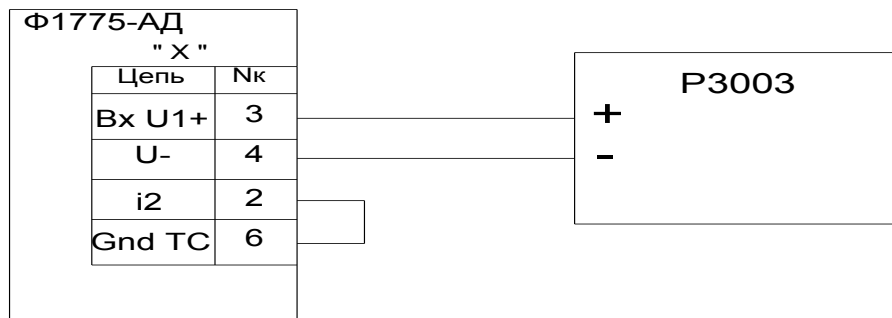
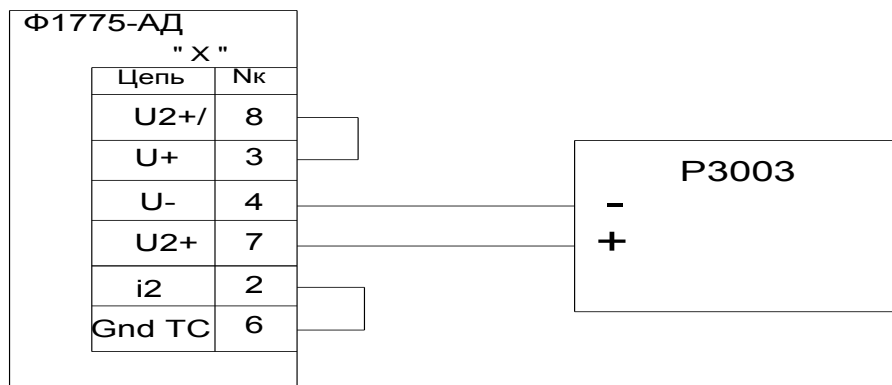
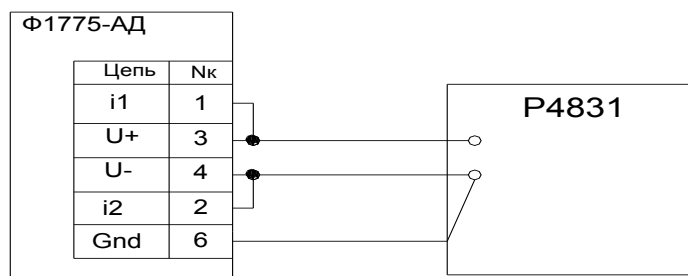
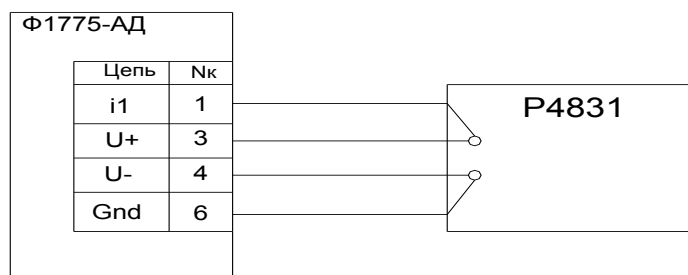

Рис.7
Рис.8
Рис.10
Рис.11
выполнить соединения в соответствии со схемами поверки (рис.7 – рис.11);
Опробование проводится по схемам поверки рис.7 – рис.11 после прогрева прибора и образцовых средств измерений в течение не менее 15 мин. Проверка проводится поочередно для каждого из видов входных сигналов. Проверка проводится для одного из диапазонов измерений в точке, равной 0,5 положительной части диапазона. Для проверки сигналов от ТП значения входных сигналов задавать в соответствии с ГОСТ Р 8.585, для ТС - в соответствии с ГОСТ Р 8.625.
Примечания: для сигналов от ТС допускается проверка по одной из схем включения – 3-х проводной (рис.10) или 4-х проводной (рис.11), при этом должна быть проведена калибровка для соответствующей схемы включения; для сигналов от ТП результаты измерений должны быть больше значения проверяемой точки на температуру свободных концов ТП, которая определяется в режиме “Просмотр установленных параметров”.
1) Поверку проводить по схеме рис.7 для диапазонов измерения ± 50 , ± 100 , ± 500 , ± 1000 мВ и по схеме рис.8 для диапазонов измерения ± 5000 и ± 10000 мВ;
1) Поверку прибора проводить для всех типов ТП по схеме рис.7.